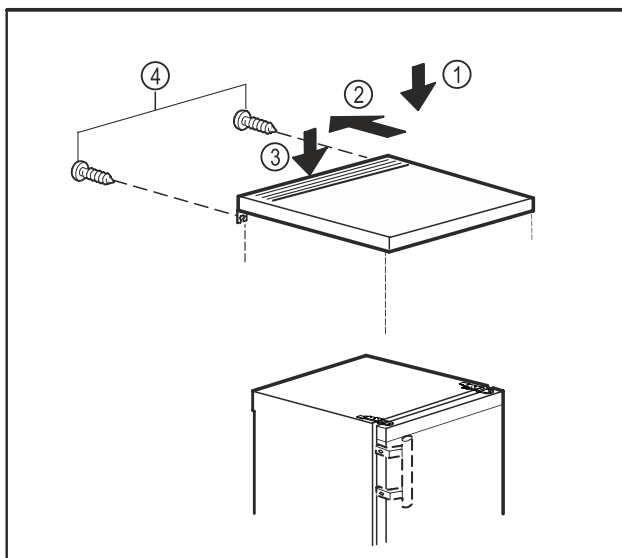

Fig. 10
- Poser le plateau de table sur l'appareil. Fig. 10 (1)
- Pousser le plateau de la table vers l'arrière. Fig. 10 (2)
- Appuyer le plateau de la table à l'arrière vers le bas. Fig. 10 (3)
- Serrer les vis à l'arrière. Fig. 10 (4)